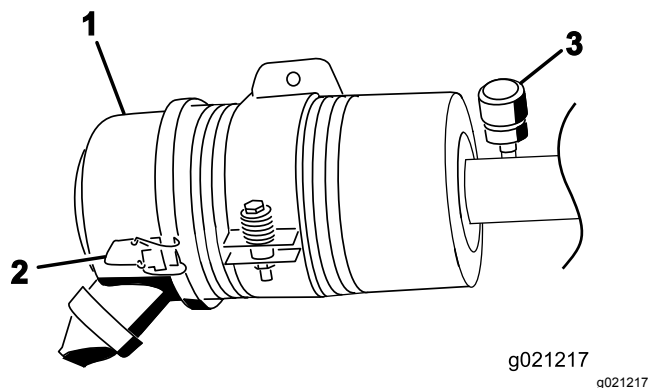

Figura 53
Effettuate la manutenzione del filtro dell'aria quando l'indicatore (Figura 53) lo richiede. Sostituendo il filtro dell'aria prima del necessario si aumenta il rischio che la morchia penetri nel motore quando si toglie il filtro.
1. Rilasciate i fermi che fissano il coperchio del filtro dell'aria al relativo corpo (Figura 53).